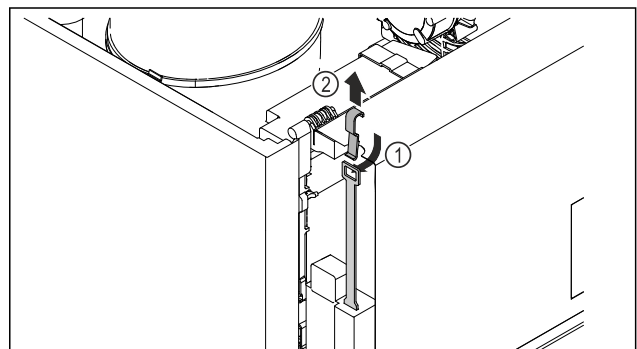

Fig. 207
- Notentriegelungsschlüssel Fig. 207 (1) von oben einschieben, am Schloss einhaken und nach oben Fig. 207 (2) ziehen.